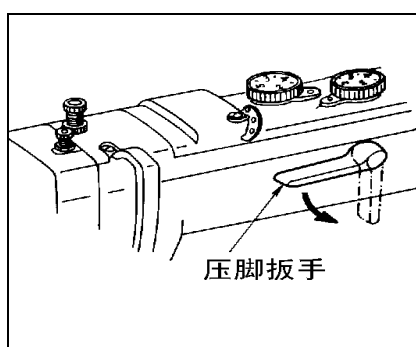

图 24
27、压脚扳手（图 24）：
将压脚扳手按图 24 所示箭头方向旋转。这时，内外压脚提升。